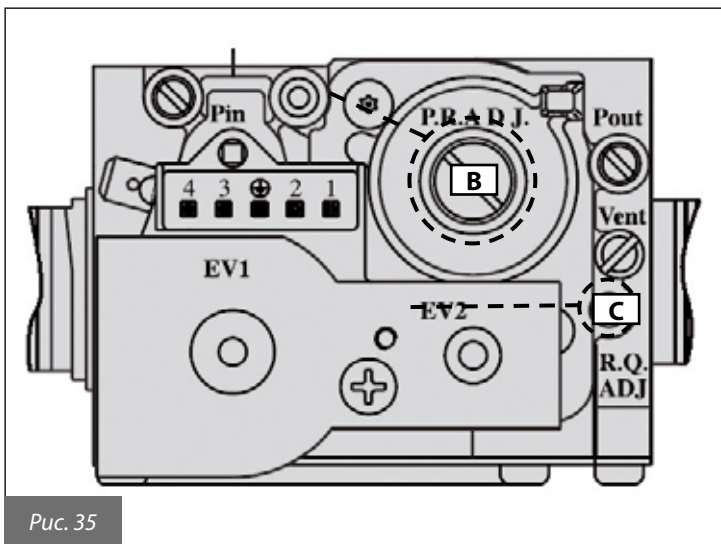

Рис. 35
- Удостовериться, что комнатный термостат (опция), если таковой имеется, включен (ON).
- Отрегулировать уровень содержания углекислого газа (CO₂) в дымовых газах с помощью соответствующего регулятора В (рис. 35) и удостовериться, что его величина находится в пределах, указанных в табл. 17. Не выключая режим «трубочист», перейти к следующему этапу — регулировке минимальной мощности.
- Отрегулировать уровень содержания углекислого газа (CO₂) в дымовых газах, вращая регулятор «offset» С (рис. 35), и удостовериться, что его величина находится в пределах, указанных в табл. 17.